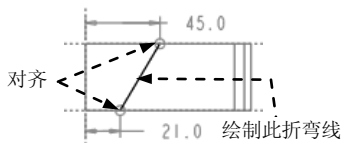

图 11.3.3 截面图形
Step7. 绘制折弯线。进入草绘环境后, 选取适当的边线作为草绘参照, 然后绘制图 11.3.3 所示的折弯线。完成绘制后, 单击“草绘完成”按钮 **✓**。